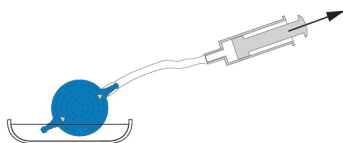

Fig. 21: Controlul permeabilității
M.blue XABO trebuie aerisit și verificat cu privire la permeabilitate înainte de implantare. Valva trebuie umplută cât mai neagresiv posibil prin aspirație, cu ajutorul unei seringi sterile de unică folosință aplicate la capătul distal al cateterului. În acest sens, valva se conectează distal și se ține în ser fiziologic steril. Dacă se preia ser fiziologic, înseamnă că valva este permeabilă (Fig. 21).